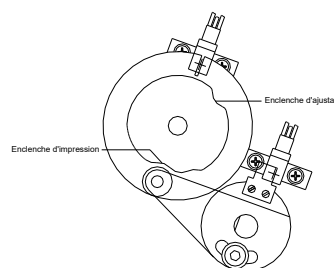

Figure 24
Sur la figure (voir Figure 24), l'axe du moteur d'optimisation (H) avec la courbe de pression (C) et le disque (B) sont visibles de derrière. Au-dessous se trouve l'anneau d'appui (D) avec la plaque d'appui (E).
4. Desserrer la vis à six pans creux (F) environ 1 tour jusqu'à ce que la plaque d'appui (E) avec le palier à billes (G) soit librement mobile.
6. Pousser la plaque d'appui (E) avec le roulement (G) dans l'enclenche d'ajustage de la courbe de pression, de sorte qu'aucun jeu n'existe.